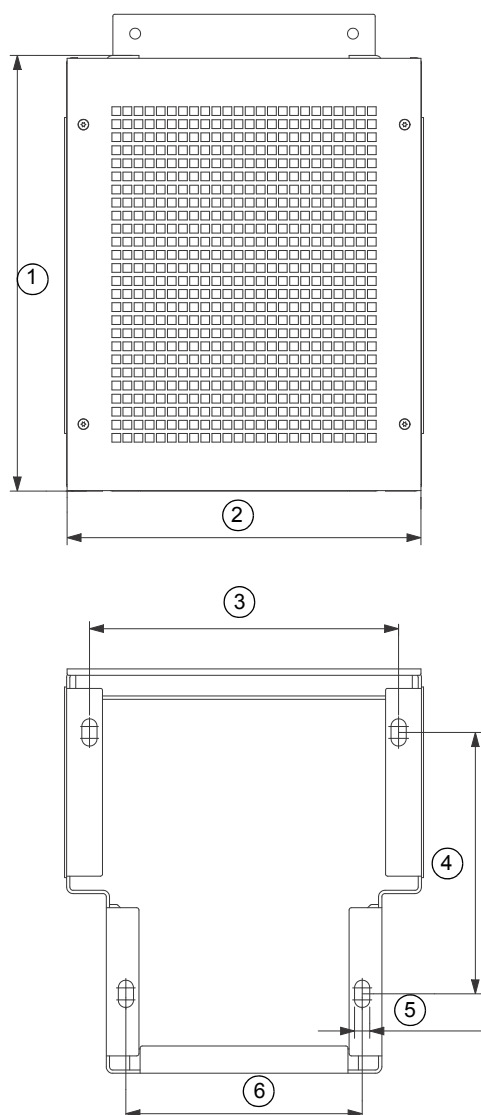

Рис. 6 Шаблон сверления для цоколя
1. Отметьте монтажные отверстия на полу. См. рис. 6.